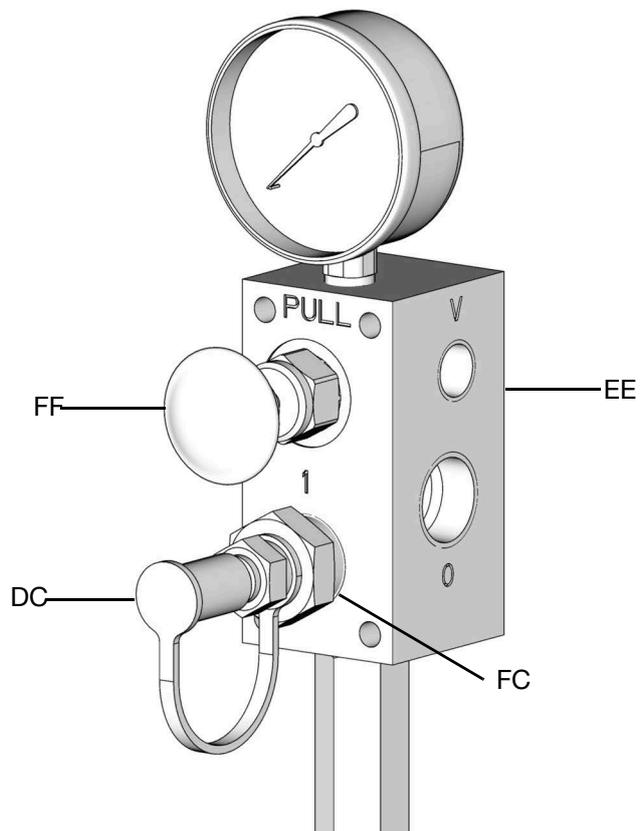
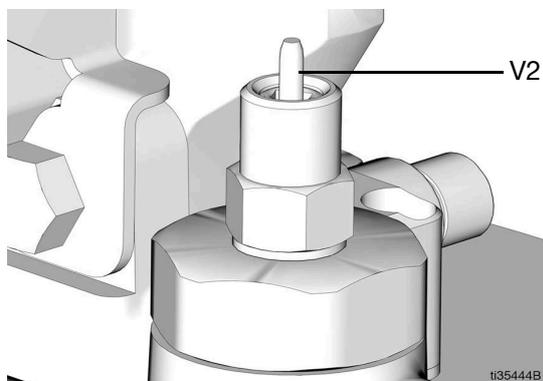

FIG. 15
FIG. 16
3. Retirer le couvercle anti-poussière (DC) du manchon de raccordement de remplissage (FC) sur la vanne de remplissage (EE) (FIG. 15).
- Raccorder la conduite de remplissage (GG) entre la pompe de la station de remplissage distante (AA) et le port du manchon de raccordement de remplissage (FC) marqué d'un « I » (FIG. 15).
- Vérifier le bon fonctionnement de la ventilation du reniflard (J) avant de remplir le réservoir (K).
- Ne pas remplir le réservoir (K) au-delà de l'orifice de trop-plein (H).
- Ne pas utiliser le reniflard (J) comme orifice pour remplir le réservoir.
- Démarrer la pompe de la station de remplissage distante (AA).
- Lorsque le réservoir (K) est rempli :
- la pompe de la station de remplissage distante (AA) cale (se bloque),
- la broche du mécanisme d'arrêt du remplissage automatique (v2) se soulève, comme montré à la FIG. 16,
- Arrêter la pompe de la station de remplissage distante (AA).
- Tirer le bouton de décompression de la vanne de remplissage (FF) et le retenir suffisamment longtemps pour relâcher la pression de la conduite entre la vanne de remplissage (EE) et le mécanisme d'arrêt du remplissage automatique (V) et entre la pompe de la station de remplissage distante (AA) et la vanne de remplissage (EE).
- La graisse recueillie dans un récipient pour relâcher la pression de la conduite de décompression (DD) doit être éliminée en suivant les réglementations locales.
- Déconnecter la ligne de remplissage (GG) du manchon de raccordement de remplissage (FC) (FIG. 15).
- Replacer le couvercle anti-poussière (DC) sur le manchon de raccordement de remplissage (FC).